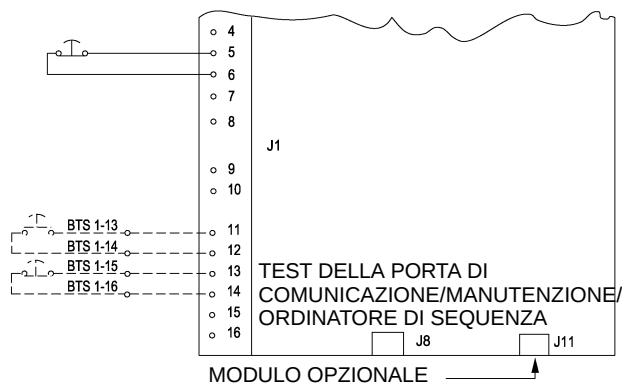

FIGURA 2.0-4 MODULO OPZIONALE
13. Installare le rispettive etichette per il modulo opzionale sul lato anteriore dello sportello dell'alloggiamento del dispositivo di avviamento come illustrato nella figura 2.0-4.